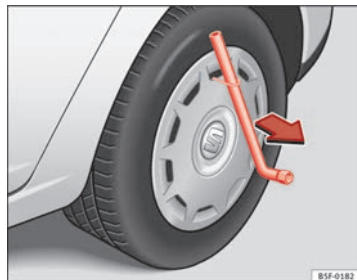

Fig. 124 Retirer l'enjoliveur de roue plein
- Retirez l'enjoliveur plein de la roue à l'aide de l'étrier métallique ⇒ fig. 124.